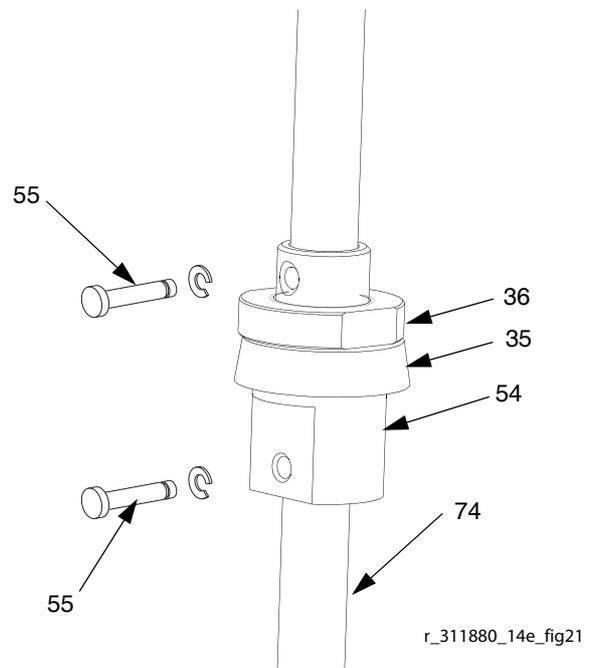

Рис. 21
9. Извлеките штифты (55). См. Рис. 21.